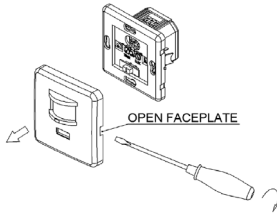

Fig.1
- Retire la placa frontal del sensor y ajustar la hora y el botón LUX. (fig. 1)